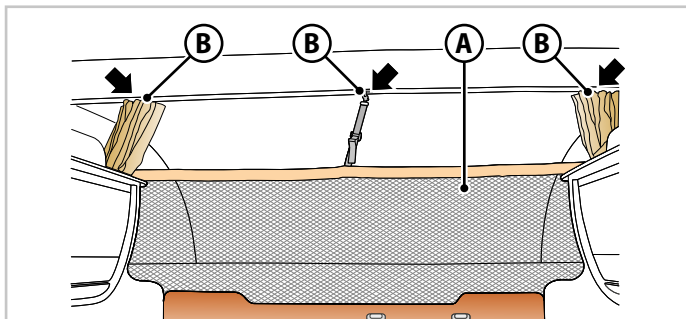
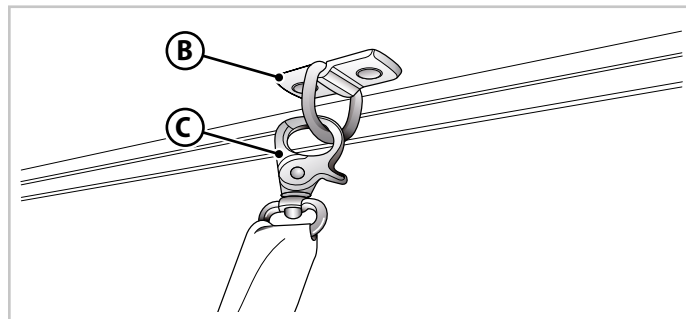

Fig.6.18 - Red de protección de la cama basculante
Fig.6.19 - Gancho red de protección
- Fije la red de protección (A - Fig.6.18) con los ganchos (B - Fig.6.18 y Fig.6.19) en los anillos (C - Fig.6.19).